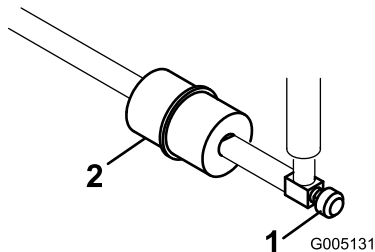

Figura 46
El tubo de combustible lleva incorporado un filtro en línea entre el depósito de combustible y el carburador (Figura 46). Asegúrese de que la flecha del filtro apunta hacia el carburador.
1. Cierre la válvula de cierre de combustible, afloje la abrazadera en el lado del carburador del filtro y retire el tubo de combustible del filtro (Figura 46).
2. Coloque un recipiente debajo del filtro, afloje la otra abrazadera y retire el filtro (Figura 46).